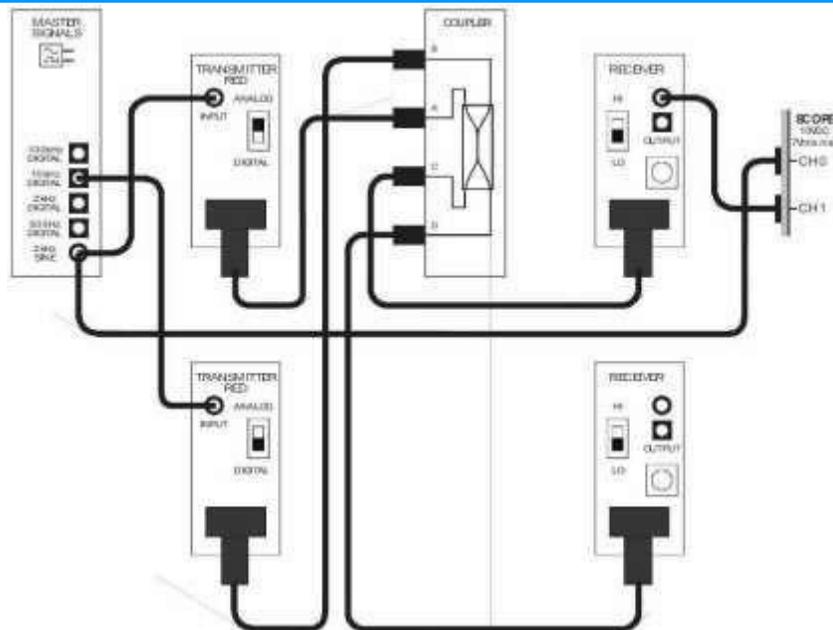

Figura 7.
4. Armar el circuito de la Figura 7.